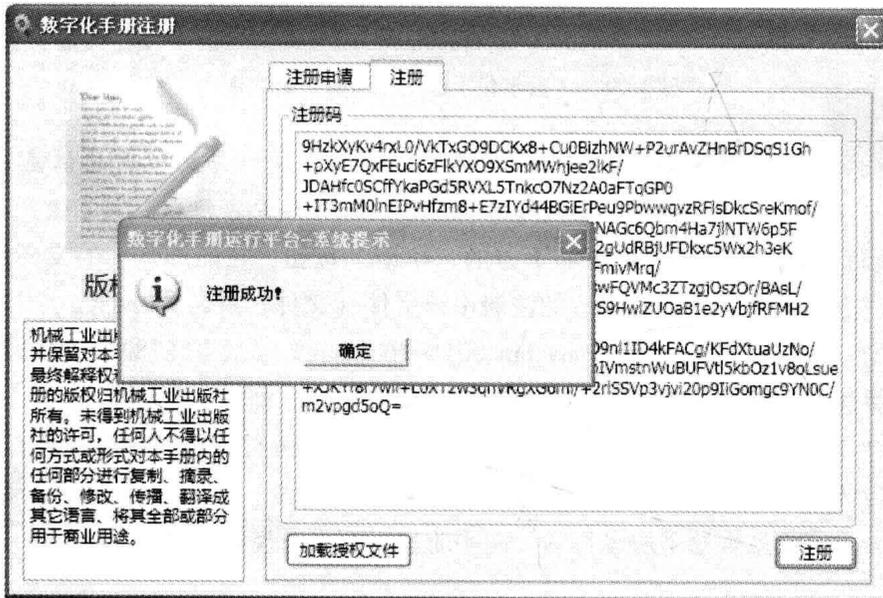

图 1-12 “注册成功”信息提示框
2) 注册通过后，数字化手册浏览器将显示“注册成功”的信息提示框，如图 1-12 所示，表示用户已取得授权，单击“确定”按钮，即可正常使用数字化手册。